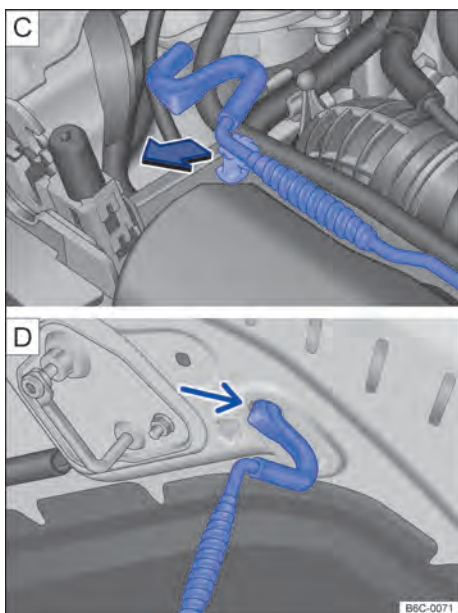

Fig. 184 [C] Haste de sustentação da tampa do compartimento do motor. [D] Tampa do compartimento do motor apoiada na haste de sustentação.
- Retirar a haste de sustentação do suporte no sentido da seta → Fig. 184 [C] e posicioná-la na abertura na tampa do compartimento do motor → Fig. 184 [D].
- Retirar a haste de sustentação do furo → Fig. 184  e encaixá-la no suporte do fecho → Fig. 184 .